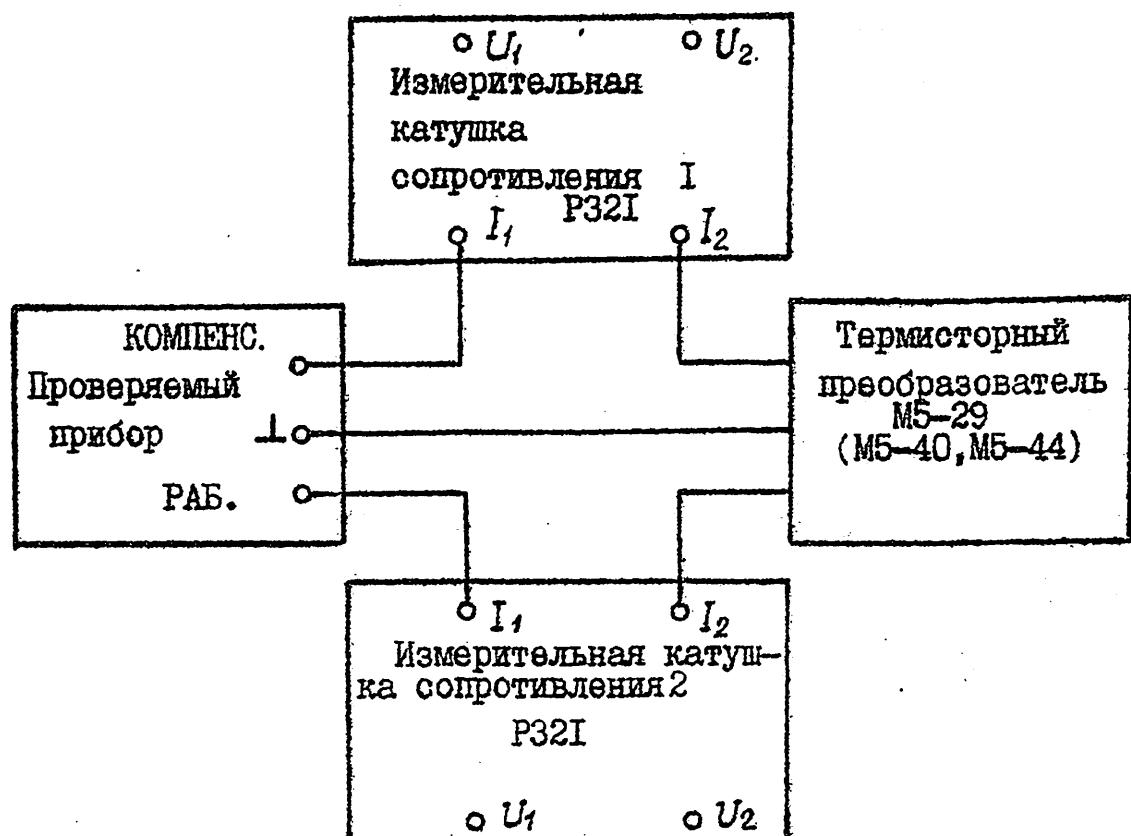

Рис. I2.1
I2.3.4.1. Рабочее сопротивление каждого термистора 75, 100, 240, 400 Ом определяется косвенным методом путем измерения напряжения универсальным вольтметром Ш31 между клеммой РАБ проверяемого прибора, его корпусом и клеммой измерительной катушки эталонного сопротивления с дальнейшим вычислением величины сопротивления по формуле. Схема соединения приборов приведена на рис. I2.1.
- 1) соедините приборы согласно рис. I2.1;